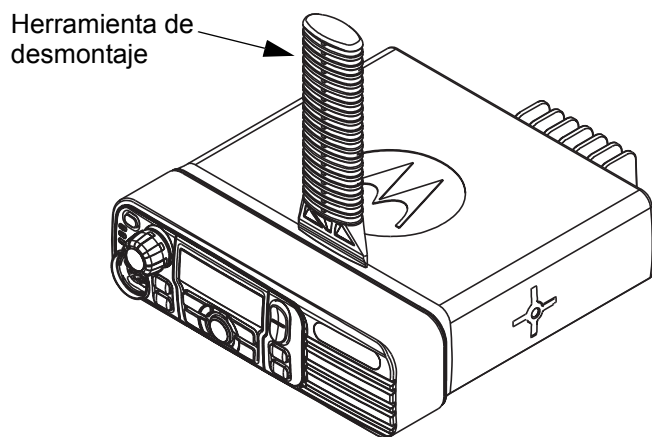

Figura 5-1 Desmontaje de una unidad de control típica.
1. Inserte la herramienta de desmontaje en la ranura entre la unidad de control y el conjunto del radio como se muestra en la Figura 5-1.